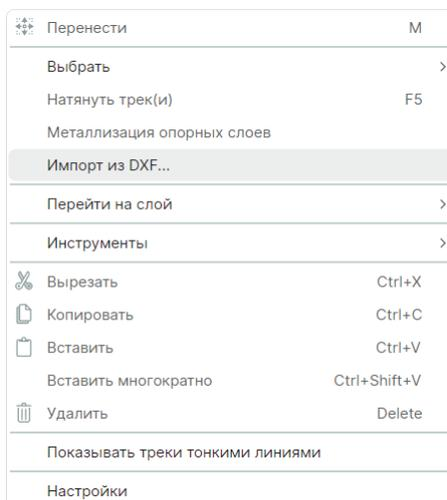

Рис. 90 Вызов импорта из контекстного меню
3. Воспользуйтесь пунктом «Импорт из DXF...» в контекстном меню, см. Рис. 90.